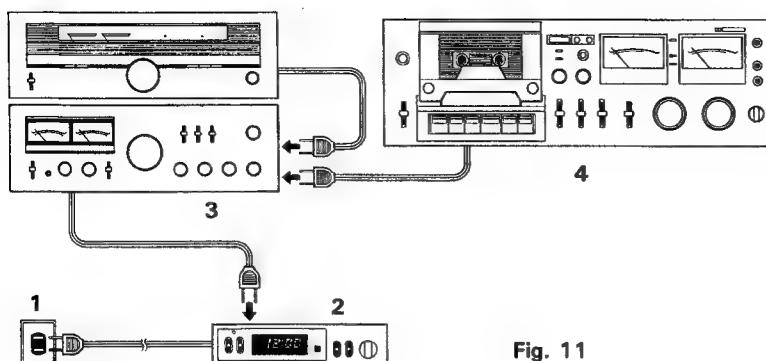

Fig. 11
Connecter le cordon d'alimentation comme montré sur l'illustration. (Fig. 11)
1. Die Netzkabel der verwendeten Geräte gemäß Fig.11 mit einer Mehrfach-Steckverbindung (Tischsteckdose) und deren Anschlußkabel oder direkt mit der Schaltuhr verbinden. Die Schaltuhr und das Netz anschließen. (Bedienungsanleitung für die Schaltuhr genau beachten).
Verbind de netsnoeren zoals aangegeven in Fig. 11.
Anslut nätkontakterna enligt skissen (Fig. 11).